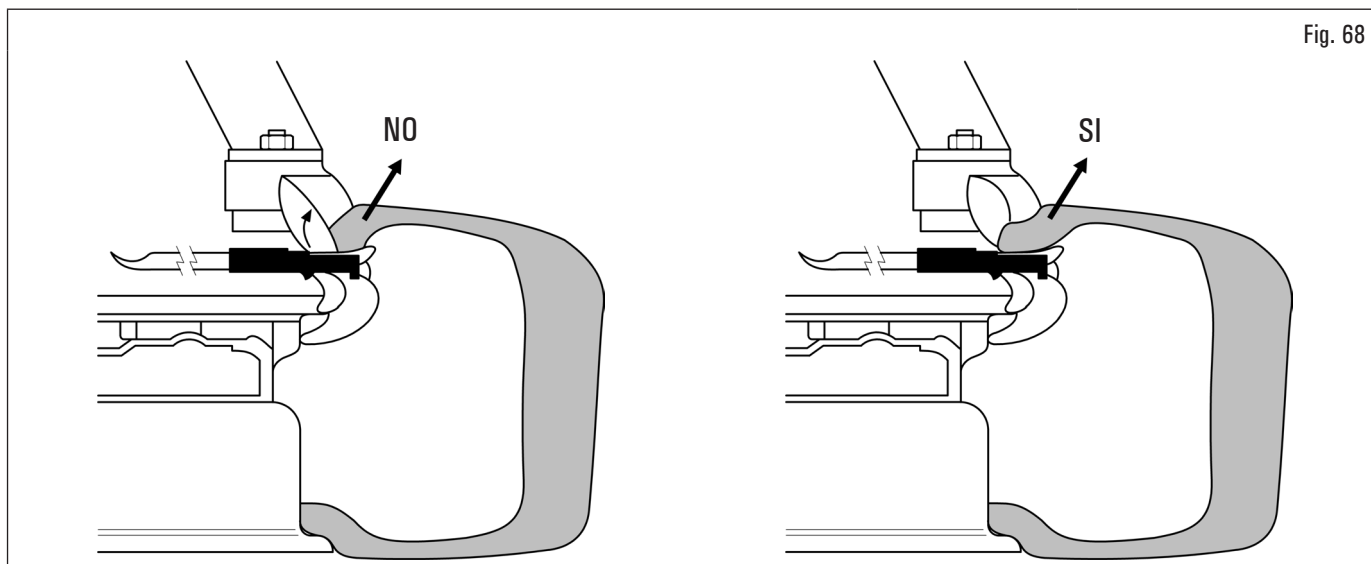

Fig. 68
11. tenendo ben salda la leva, effettuare una breve rotazione del mandrino in senso antiorario per facilitare il corretto posizionamento del tallone sulla leva stessa: il labbro del tallone nella porzione a contatto con la leva, deve essere rivolto verso l'operatore e non verso l'interno dello pneumatico (vedi Fig. 68);